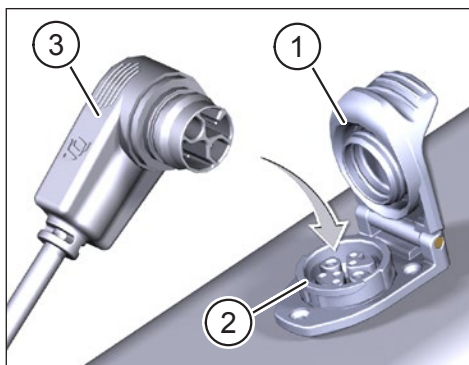

Fig. 2: Geïntegreerd Battery opladen
- Open de afdekking (Pos. 1 in Fig. 2) op de oplaadpoort (Pos. 2 in Fig. 2) in het fietsframe.
- Lijn de laadstekker (Pos. 3 in Fig. 2) van de Charger zo uit dat de stekkers van de laadstekker en de laadpoort overeenkomen (zie Fig. 2).